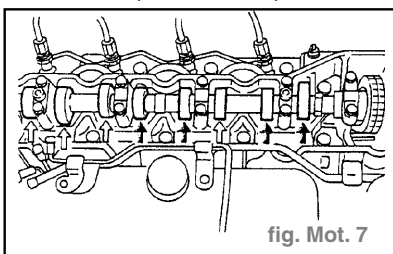

fig. Mot. 7
- Vérifier les jeux de soupapes aux emplacements indiqués par des flèches sur l'illustration, de la manière suivante. (fig. Mot. 7)